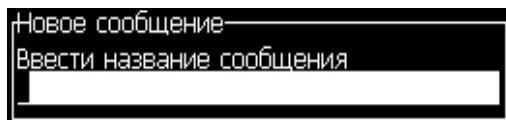

Рисунок 5-4: Диалоговое окно “New Message” (новое сообщение)
- 2 Выберите опцию "New Message" (новое сообщение). Появится диалоговое окно "New Message" (новое сообщение) (смотрите Рисунок 5-4).